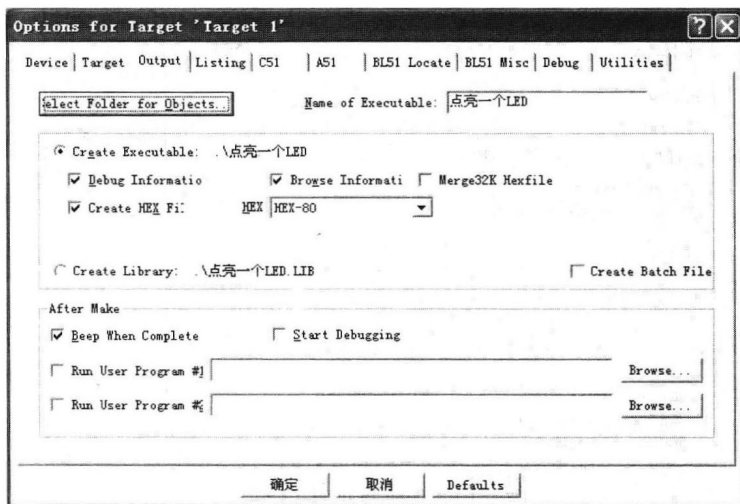

图 1-10 参数设置窗口
(3) 设置工程的配置参数。在工程窗口中右击 Target 1 文件夹，单击弹出快捷菜单中的 Options for Target ‘Target 1’，参数设置窗口如图 1-10 所示。